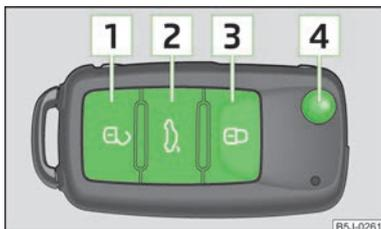

Fig. 14
- Pulsar la tecla **1** » fig. 14.
- Pulsar la tecla **3** » fig. 14.
- Pulsar la tecla **3** » fig. 14 dos veces en 2 segundos. Para más información » página 28.
- Pulsar la tecla **2** » fig. 14. Para más información » página 34.
- Pulsar la tecla **4** » fig. 14.
- Pulsar la tecla **4** » fig. 14 y plegar el paletón de la llave.